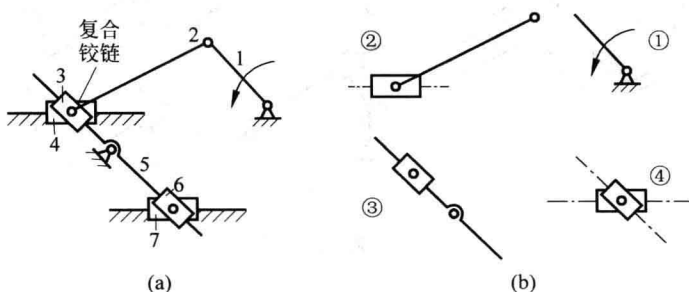

图 1.6 题 1.1.11 图
1.1.11 将如图 1.6(a)所示的机构拆分杆组,拆分结果见图 1.6(b),能否认为杆组④是一个虚约束?